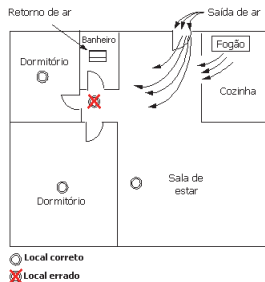

Figura 6: Locais recomendados para o detector de fumaça e de calor
- ◆ Nas rotas de ar fresco. O fluxo de entrada e saída de ar fresco pode afastar a fumaça do detector de fumaça e de calor, e assim reduzindo a sua eficiência. A Figura 6 indica os locais corretos e incorretos no tocante a esse problema